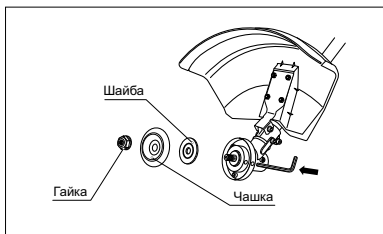

рис. 5
- Совместите отверстия в чашке редуктора и фланцевой шайбе. Вставьте металлический стопорный стержень или шестигранный ключ из комплекта поставки в отверстия чашки редуктора и фланцевой шайбы. Вращая гайку по часовой стрелке, снимите ее, а также чашку и шайбу со шпинделя редуктора (рис. 5).